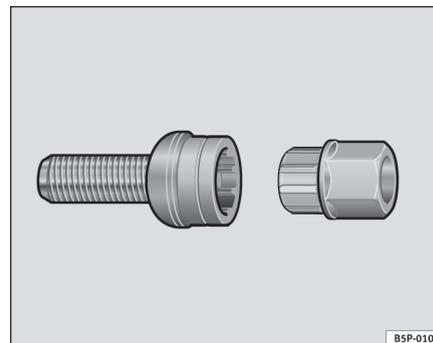

Fig. 176 Boulons de roue antivol
- Introduisez l'adaptateur au maximum dans le boulon antivol de la roue ⇒ page 263, fig. 176.